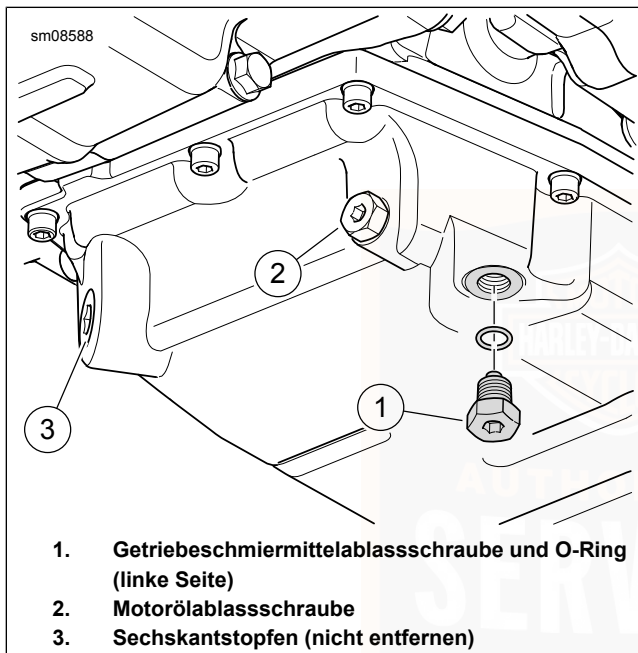

Abbildung 68. Getriebeschmiermittelablass
2. Siehe Abbildung 68. Die Getriebeschmiermittel-Ablassschraube entfernen. Getriebe entleeren.